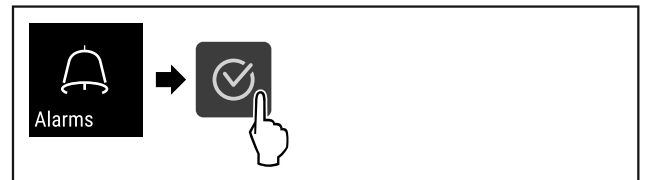

Fig. 105
- ▶ Izvedite zahtevane korake (glejte Fig. 105) .